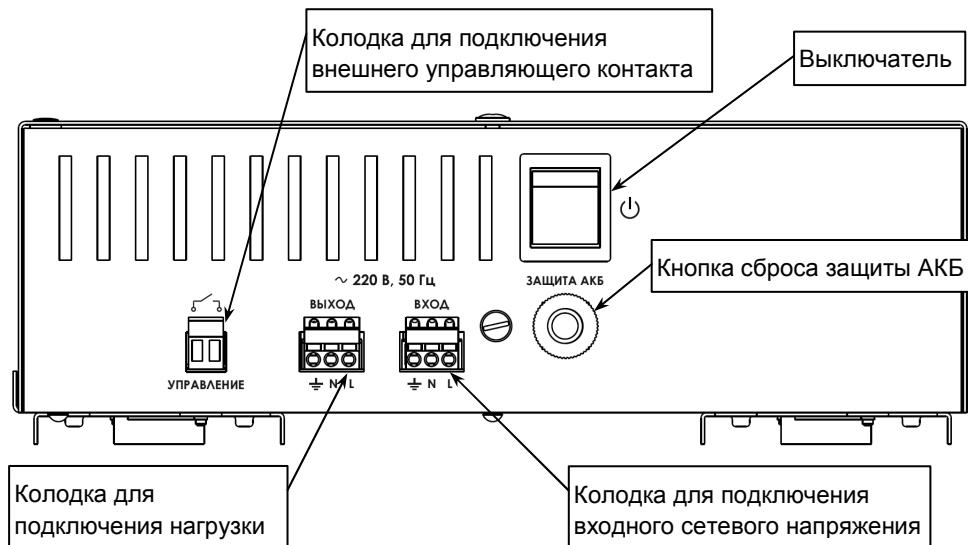
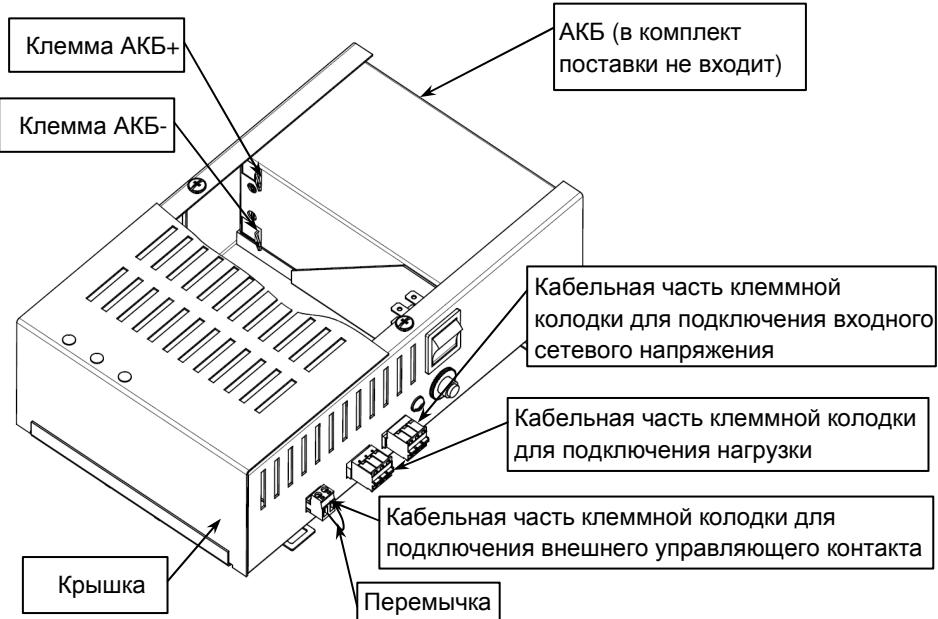

Рисунок 2- вид изделия со стороны подключения
Рисунок 3 — расположение АКБ и кабельных частей колодок
**Включение изделия** осуществляется выключателем ⏪ (см. рисунок 2). Клеммы колодки «УПРАВЛЕНИЕ» должны быть замкнуты внешним управляющим контактом или перемычкой (см. рисунок 3). После включения, изделие в течении 20 секунд тестирует состояние входного сетевого напряжения, индикатор «РЕЗЕРВ» светится. Если уровень сетевого напряжения находится в допустимом диапазоне, изделие подключает нагрузку к источнику сетевого напряжения, индикатор «РЕЗЕРВ» гаснет, индикатор «ОСНОВНОЙ» включается. В противном случае изделие питает нагрузку от АКБ (режим «РЕЗЕРВ»).
- открыть корпус изделия, сняв крышку и разместить в нем АКБ (см. рисунок 3);
- подсоединить к кабельной части разъемной колодки «УПРАВЛЕНИЕ» провода для подключения внешнего управляющего контакта или проводную перемычку (см. рисунок 3);
- Включить изделие выключателем (см. рисунок 2).
Изделие включается только в режиме «ОСНОВНОЙ»	Сработала защита изделия по цепи АКБ. Нажать кнопку «ЗАЩИТА» (см. рисунок 2).